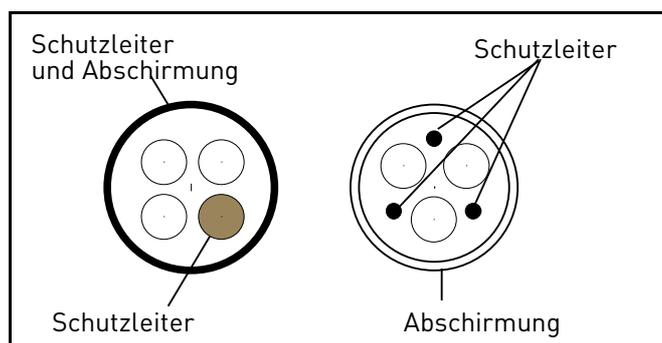

Abbildung 18.
- 2 = Symmetrisches Stromkabel mit konzentrischem Schutzleiter und passend für die spezifische Netzspannung. (MCMK oder ähnliches empfohlen). Siehe Abbildung 18.
- 3 = Symmetrisches Stromkabel mit kompaktem, niederohmigem Schirm und passend für die spezifische Netzspannung. [MCCMK, EMCCK oder ähnliches empfohlen; Empfohlene Transferimpedanz des Kabels (1...30MHz) max. 100 mOhm/m]. Siehe Abbildung 18. \*360°-Erdung des Schirms mit Kabelverschraubungen auf der Motorseite erforderlich für EMV-Kategorie C2.